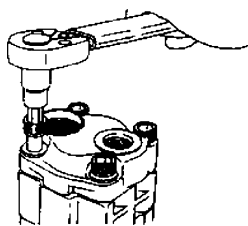

图 3-45 拧紧螺栓
7) 全部装好后, 拧紧连接螺栓到固定扭矩 $90 \sim 100 \text{ N} \cdot \text{m}$, 如图 3-45 所示。